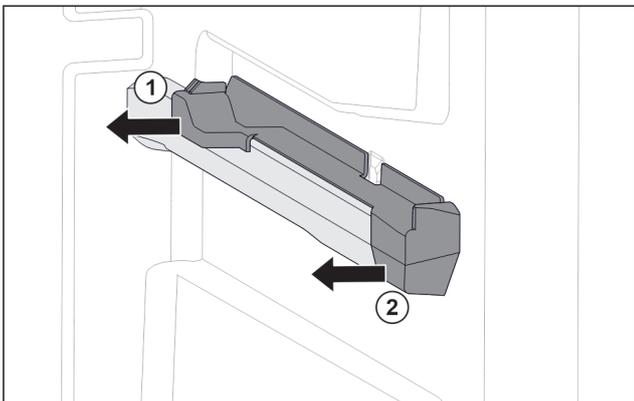

Fig. 46 Aufsteckteil auf der rechten Behälterrippe
- ▶ Aufsteckteil hinten zur Seite abziehen. Fig. 46 (1)
- ▶ Aufsteckteil vorne zur Seite abziehen. Fig. 46 (2)